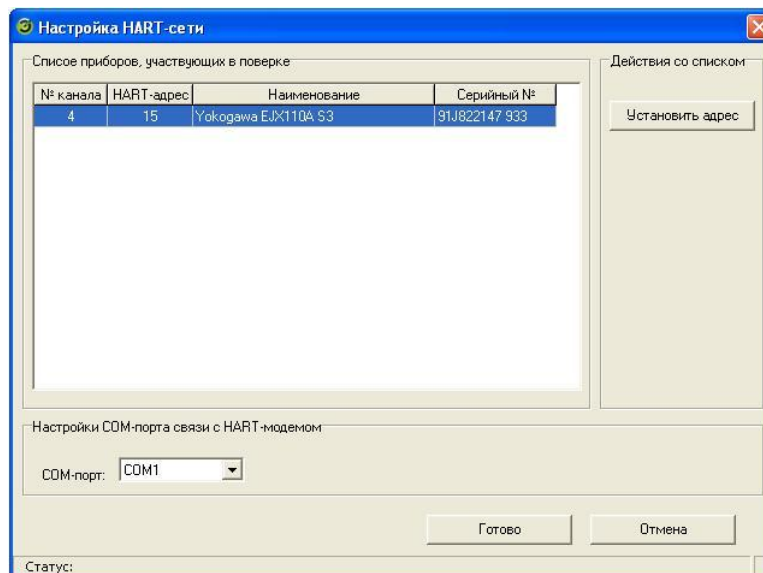

Рисунок 3.5.12 – Диалог настройки HART-сети
- «Настроить HART» (становится видимой только при добавлении в процесс ДД с HART-сигналом). Кнопка предназначена для настройки поверяемых приборов в HART-сети (установка короткого адреса для каждого поверяемого прибора, а также выбор COM-порта, к которому подключен HART-модем). При нажатии на неё выводится диалог настройки HART-сети (рисунок 3.5.12).